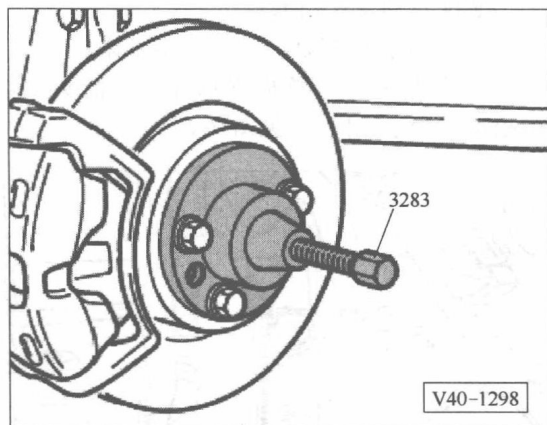

图 2-12 右传动轴
⑨ 拆下右前车轮及万向传动轴 12 角自锁螺母。
⑩ 断开变速箱上左右两侧万向传动半轴的螺栓连接。
⑪ 用压出器 3283 将右传动轴从车轮中压出，取下右传动轴，见图 2-12。